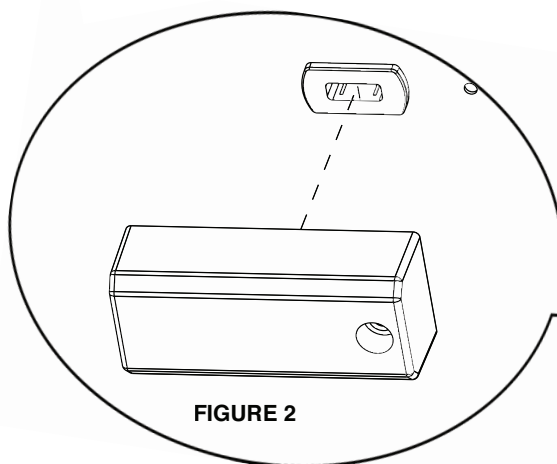

FIGURE 2
- 2.) Drive the screw through the desired location on the ceiling until the Support is flush with the surface. (**Fig. 2**)
2. Plug the c-Max™ into the USB-C receptacle via the USB connection (see **Fig. 2**).
- 2.) Couper l'alimentation et enlever le panneau de plafond. (**Fig. 2**)
- 2.) Entraînez la vis dans l'endroit désiré sur le plafond jusqu'à ce que le support soit au même niveau que la surface. (**Fig. 2**)